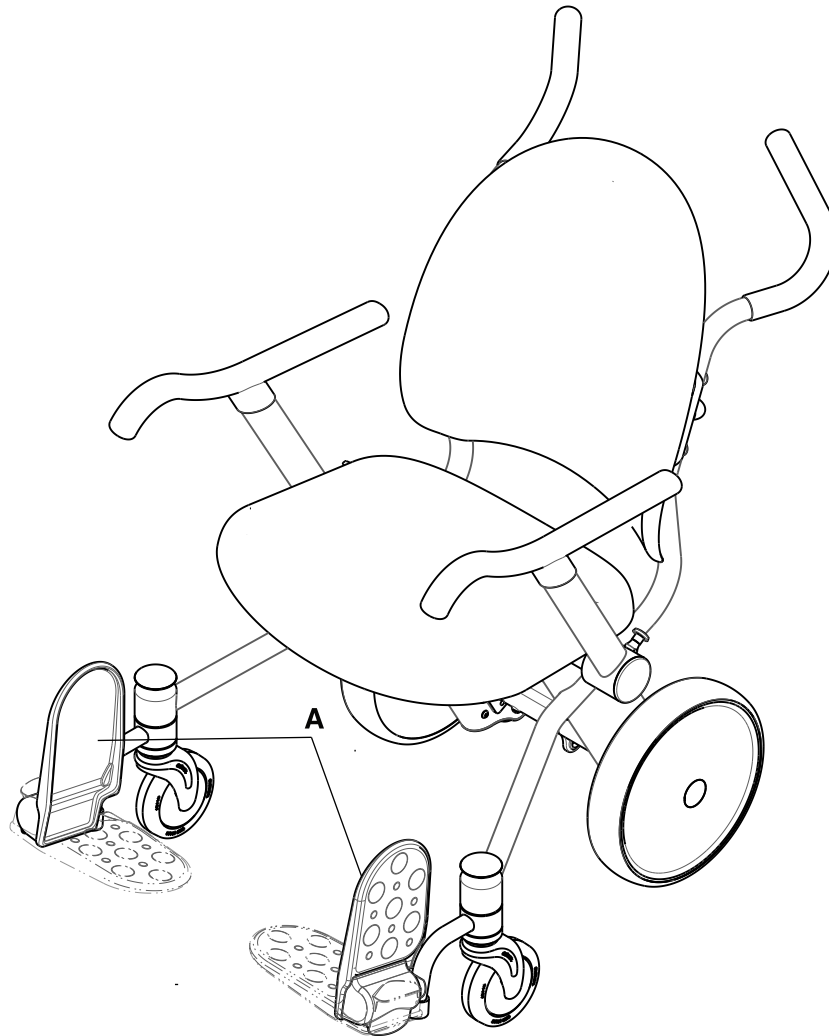

図15-8: 跳ね上げ式フットレストの収納位置
2. 跳ね上げ式フットレストが収納位置まで上がっていることを確認します (A) (15-19ページ の図15-8).